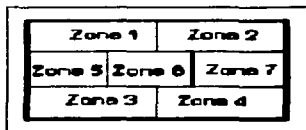

Figura 1.11 Compensación de luz trasera por zonas.
e) Compensación de luz trasera. Cuando la luz trasera del objeto que se está observando es muy fuerte provoca que el iris automático se cierre oscureciendo algunas secciones de la escena ó si el iris es manual la imagen se saturará alrededor del objeto y no se distinguirá. Con esta opción se podrá observar un sector en la imagen en esa sección como se muestra en la figura 1.11.